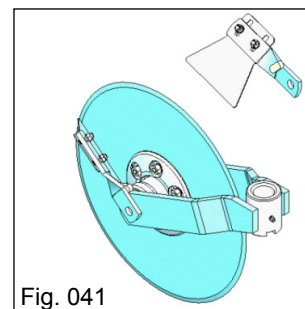

Fig. 041
b) Conjunto do limpador com haste plana do disco de corte (Fig. 041); Limpador com Hastes de Chapas: utilizados para limpeza dos discos planos lisos de 17". Fixos no parafuso do mancal do disco de corte (Fig. 041).